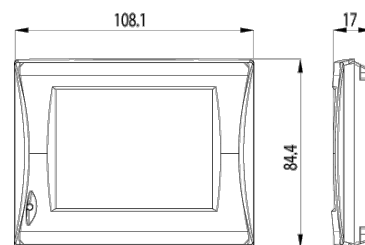

Рисунок 6 - Пульт управления
3.3.1 При подаче электропитания на вентиляционную установку прозвучит звуковой сигнал, оповещающий о готовности к работе, затем ВУ перейдёт в дежурный режим. Управление установкой осуществляется с пульта управления (Рисунок 6).